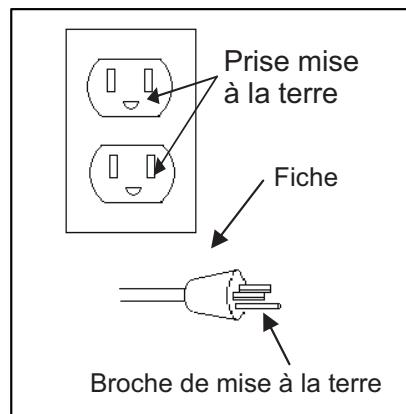

Figure 1
- J. **CORDON D'ALIMENTATION** : Cet appareil doit être utilisé sur un circuit d'une tension nominale de 120 volts et mis à la terre. Vous devez employer un cordon d'alimentation muni d'une fiche de mise à la terre (semblable à celui qui figure sur l'illustration). Assurez-vous de brancher le compresseur sur une prise ayant les mêmes caractéristiques que la fiche (voir la figure 1). N'utilisez pas d'adaptateur pour brancher le compresseur.